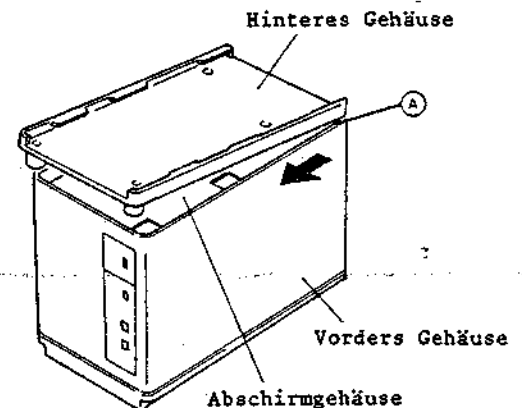

Abb. 2-203 Auswahl des hinteren Gehäuses und des Akku-Wahlschalters
3. Mit einem Schlitzschraubendreher oder dgl. gegen den Abschnitt A des Abschirmgehäuses drücken und gleichzeitig das hintere Gehäuse öffnen (siehe Abb. 2-203).